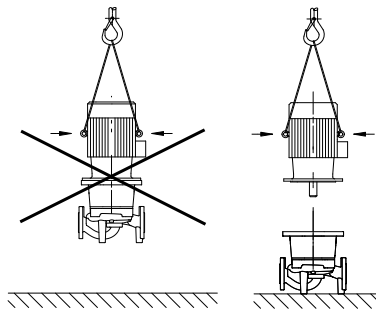

Fig. 20: transporte del motor
- **Las argollas de elevación situadas en el motor sirven solo para transportar la carga del motor, no la bomba completa (fig. 20).**